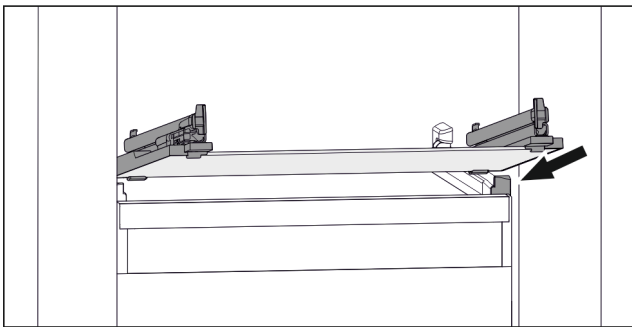

Fig. 119 Приблизне відображення скляної пластини
- ▶ Встановити скляну пластину за стопорами навкосою. (див. Fig. 119)